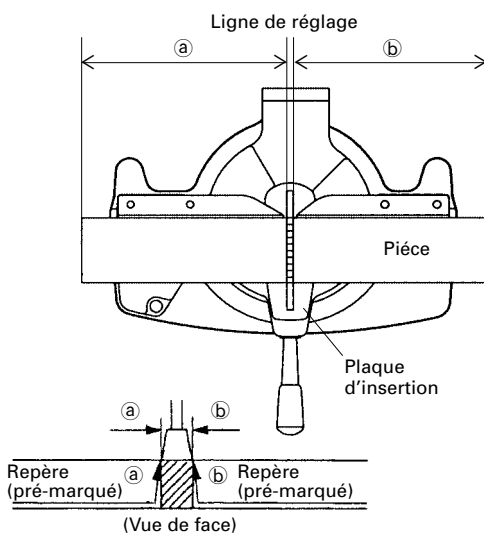

Fig. 17
- (1) Comme indiqué à la Fig. 17, la largeur de la lame est la largeur de coupe. En conséquence, glisser la pièce vers la droite (vue de la position de l'opérateur) pour obtenir la longueur (b), et sur la gauche pour obtenir la longueur (a).
- (2) Quand la lame a atteint sa vitesse maximale, abaisser doucement la poignée jusqu'à ce que la lame approche de la pièce.
- (3) Quand la lame touche la pièce, appuyer progressivement sur la poignée pour couper la pièce.
- (4) Quand la pièce est coupée à la longueur voulue, mettre l'outil électrique hors tension et attendre que la lame soit complètement arrêtée avant de relever la poignée en position complètement rentrée.